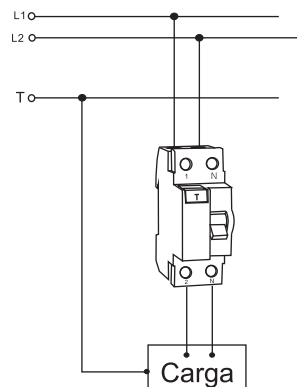

Figura 3
- Interruptor DR bipolar (2P): os condutores de entrada se conectam aos polos 1-N, e os de saída aos polos 2-N respectivamente (Figura 3).